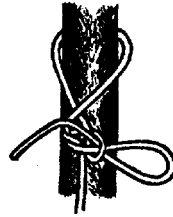

Рис. 71.
4. Пальцами левой руки отводим ходовой конец влево – вверх, а пальцами правой руки быстро беремся за веревку ходового конца и втягиваем ее в кальшку, образуя петлю. В этот момент на ходовом конце образуется петля, которая, следуя за правой рукой, продергивается в кальшку (рис. 71).